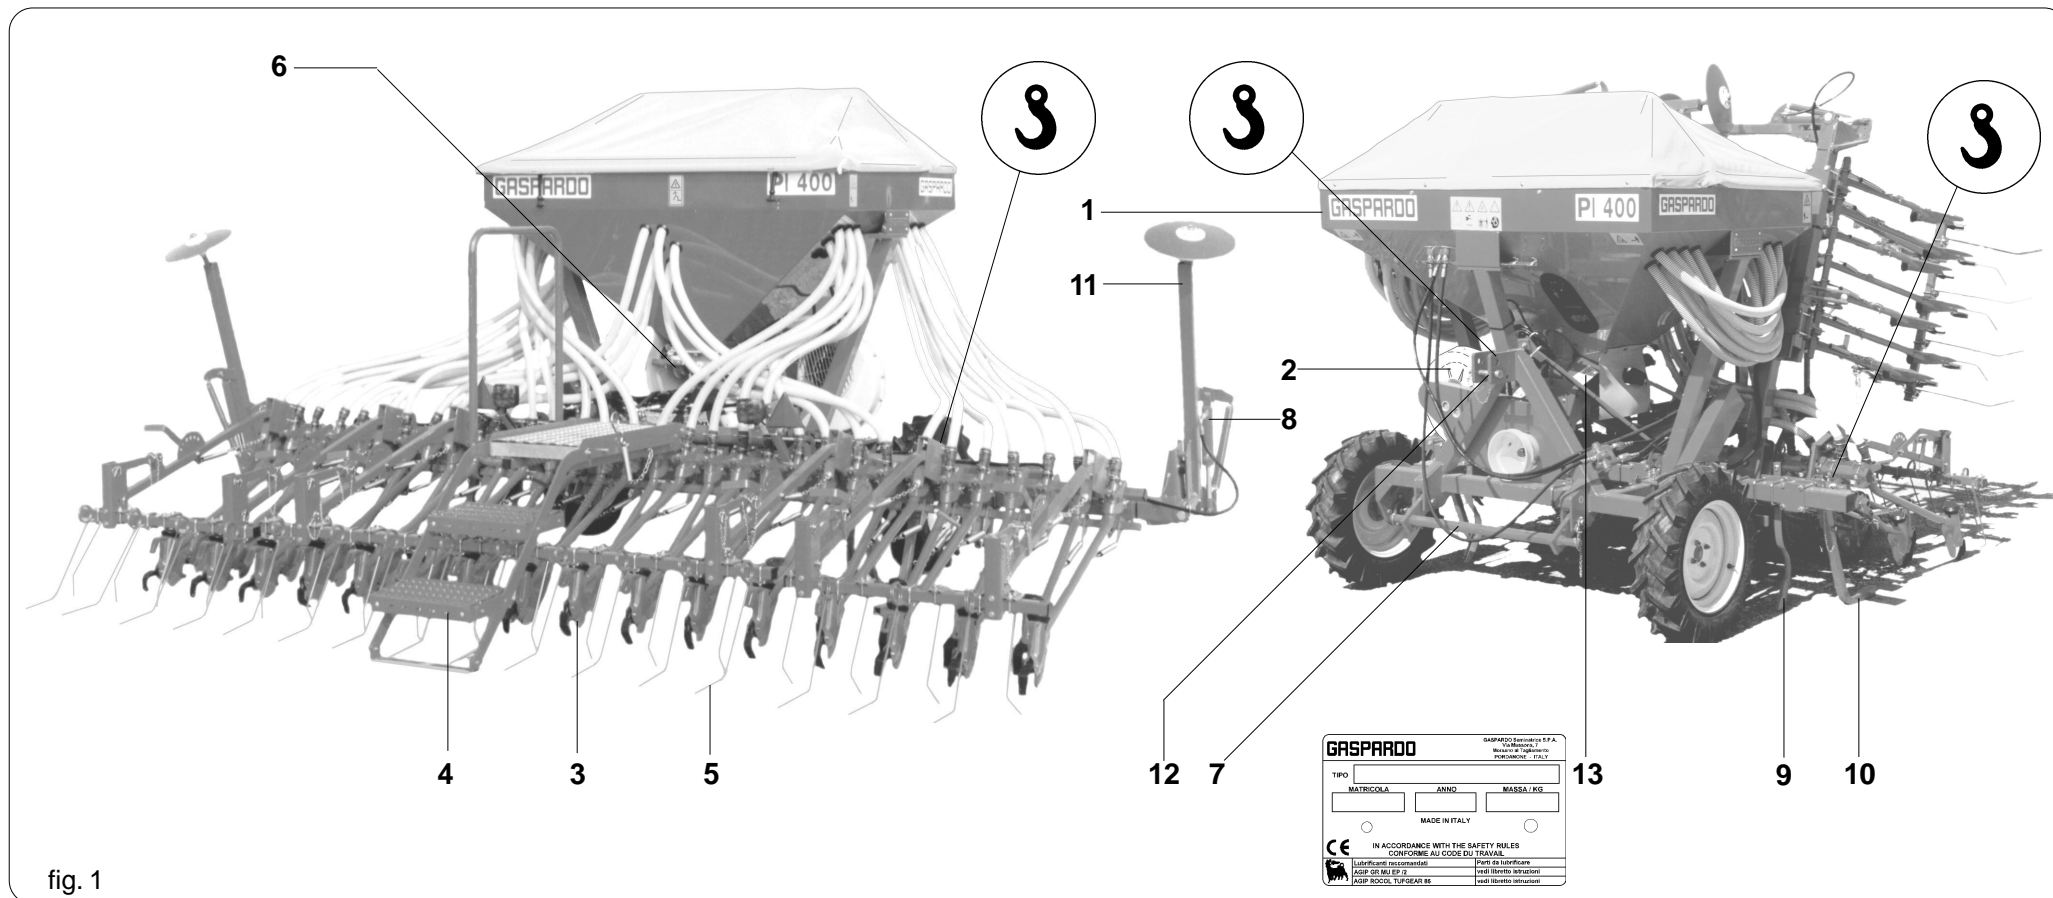

fig. 1
- Each single piece of equipment, is equipped with an identification plate (13 fig. 1), which bears:*
- Jedes einzelne Gerät ist mit einem Identifizierungsschild (13 Abb. 1) ausgestattet, mit folgenden Angaben:
- Chaque équipement est doté d'une plaque d'identification (13 Figure 1) dont les données indiquent:*
- Cada equipo está provisto de una tarjeta de identificación (13 Fig. 1), en la que se encuentran:
In caso di movimentazione della macchina, è necessario sollevare la stessa agganciandola agli attacchi appositi con paranco o gru idonei e di sufficiente portata. Questa operazione, per la sua pericolosità, è necessario venga eseguita da personale preparato e responsabile. La massa della macchina è evidenziata nella targhetta di identificazione (13 Fig. 1). Tendere la fune per livellare la macchina. I punti di aggancio sono individuabili dalla presenza del simbolo grafico "gancio" (Fig. 1).
If the machine is handled, it must be lifted by hooking onto the appropriate holes with a suitable winch or crane of sufficient capacity. Because of the danger involved, this operation should be carried out by trained and responsible personnel. The mass of the machine is on the identification Plate (13 Fig. 1). Stretch the rope to keep the machine level. The hook points can be detected by finding the «hook» symbol (Fig. 1).
Falls die Maschine transportiert werden muss, muss sie an den dazu bestimmten Anschlusspunkten durch geeigneten Aufzug oder Kran mit ausreichender Tragkraft gehoben werden. Diese gefährliche Arbeit muss absolut durch geschultes und haftendes Personal ausgeführt werden. Das Maschinengewicht kann dem Identifizierungsschild (13 Abb. 1) entnommen werden. Zum Ausrichten der Maschine das Seil spannen. Die Anschlusspunkte sind durch das graphische «Haken»-Zeichen gekennzeichnet (Abb. 1).
En cas de manutention de la machine, soulever celle-ci en la fixant aux crochets spéciaux par un palan ou une grue appropriés ayant une capacité suffisante. Cette opération, qui est dangereuse, sera effectuée par un personnel expert et responsable. La masse de la machine apparaît dans la plaque d'identification (13 Figure 1). Tendre le câble pour niveler la machine. Les points d'attelage sont identifiés par la présence du symbole graphique «crochet» (Figure 1).
En caso de manipulación de la máquina, se precisa elevar la misma enganándola a los ganchos al efecto mediante aparejo o grúa idóneos con suficiente capacidad. Esta operación, debido a su peligrosidad, deberá ser realizada por personal capacitado y responsable. El peso de la máquina está indicado en la plaqueta de identificación (13 Fig. 1). Halar el cable para nivelar la máquina. Los puntos de enganche se identifican mediante el símbolo gráfico «gancho» (Fig. 1).